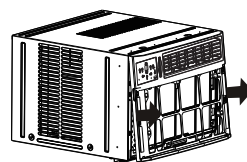

Fig.3
4. Empuje el lado del mueble de metal para liberar las pestañas de plástico en cada lado del panel frontal (ver Fig.3).